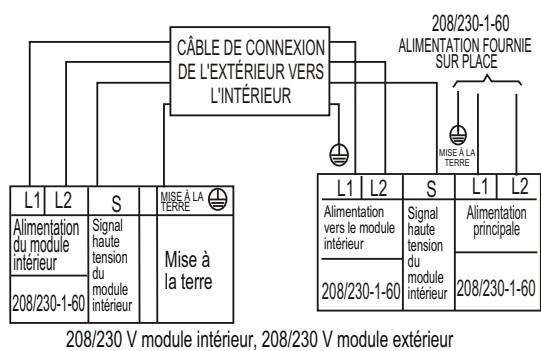

Fig. 15 – Schémas de connexion capacités 9 000 et 12 000
- Raccordez le câblage de l'appareil extérieur conformément au schéma de connexion (consultez les figures 15 et 16).